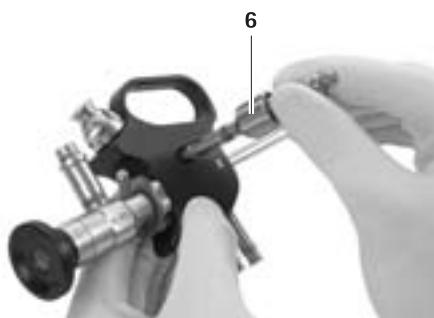

Fig. 5
- Introducir el adaptador para brazo de soporte 6 en el orificio del lado deseado (derecha/izquierda) hasta que el reborde encaje en la ranura al efecto, ver Fig. 5.